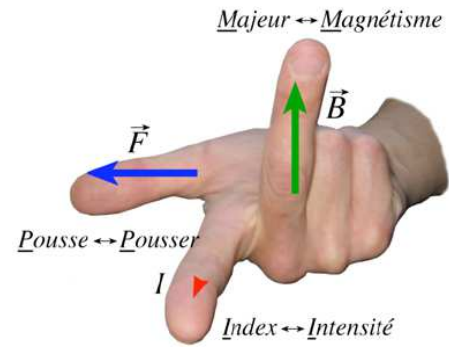

Figure 9 : Force électromagnétique et règle de la main droite
- le sens, déterminé par la règle des trois doigts de la **main droite** (figure 9) :  $\vec{F}$ ,  $I$ ,  $\vec{B}$  équivalent à pousse, index, majeur.